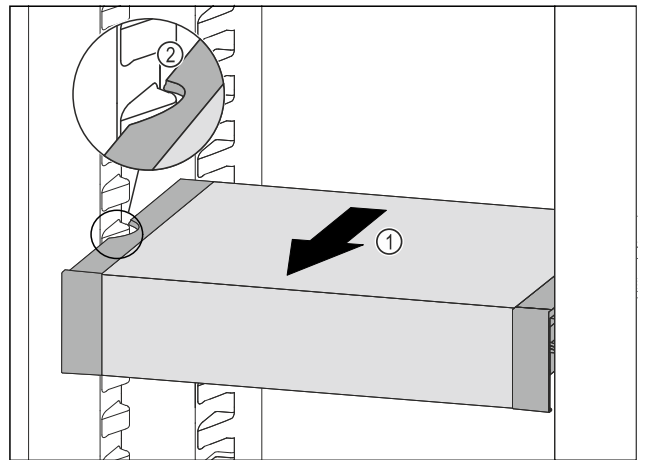

Fig. 108
- ▶ VarioSafe naar voren trekken Fig. 108 (1), tot de uitsparingen aan de zijkant van de VarioSafe zich ter hoogte van de rib in het koelgedeelte bevinden. Fig. 108 (2)